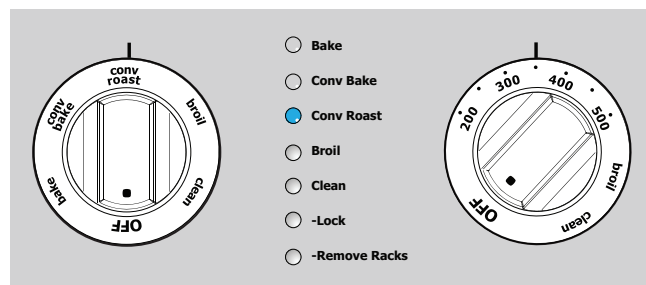

Figure 24 : Sélection rôtir par convection
6. Fermer la porte. Tourner le bouton du four sur < **Conv Roast** > (rôtir par convection). Le témoin lumineux < Conv Roast > (rôtir par convection) clignote (Figure 24).